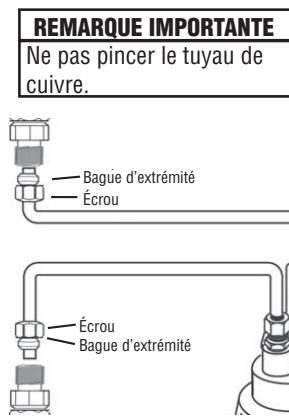

Figure 10
10. Raccorder les deux bouts du tuyau au filtre et au tuyau d'eau à l'aide des raccords à compression. **Ne pas trop serrer les écrous** (figure 10).